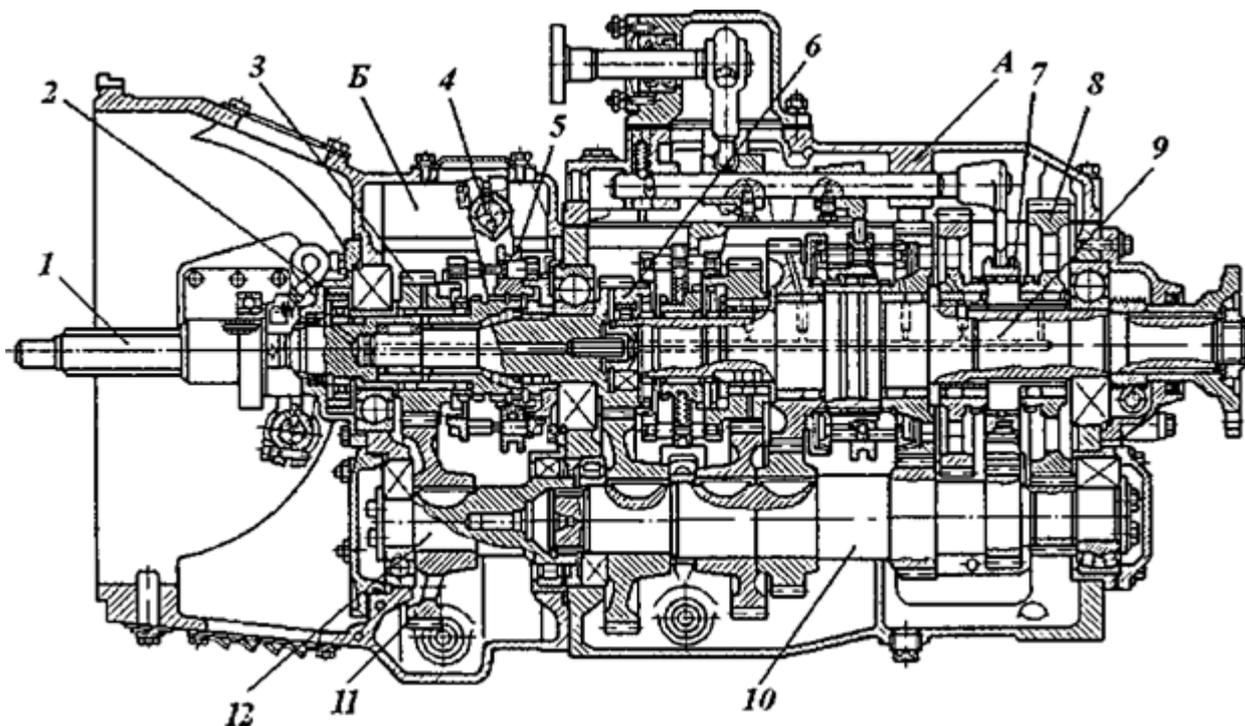

Рис. 1.7. Коробка передач КамАЗ – 5320
51. ПОРЯДОК ПРОХОЖДЕНИЯ КРУТЯЩЕГО МОМЕНТА НА ПЕРВОЙ ПОВЫШЕННОЙ ПЕРЕДАЧЕ (РИС. 1.7):